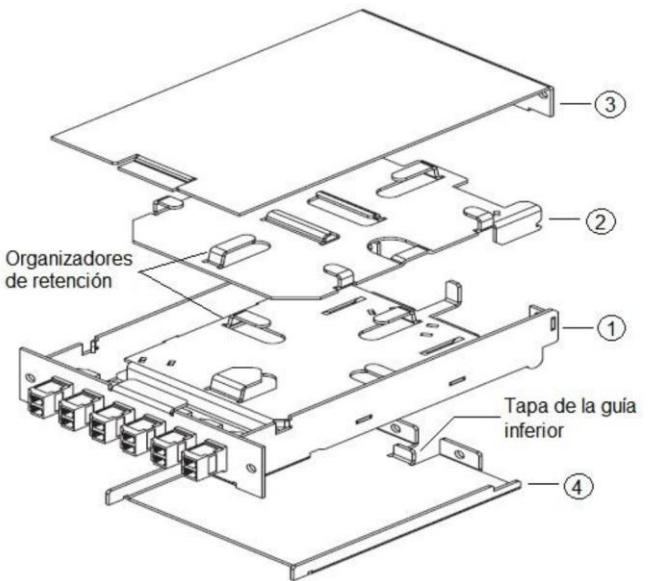

Figura 1
- 2.0** Identifique los componentes del juego del Módulo de Empalmes Opt-X SDX. (Vea Figura 1).